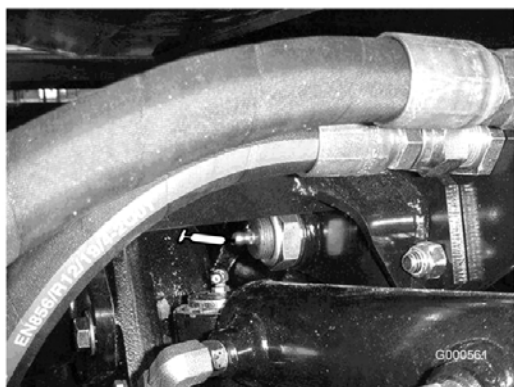

Figura 25
- Articulação do casquilho do eixo traseiro (2) (Figura 25)